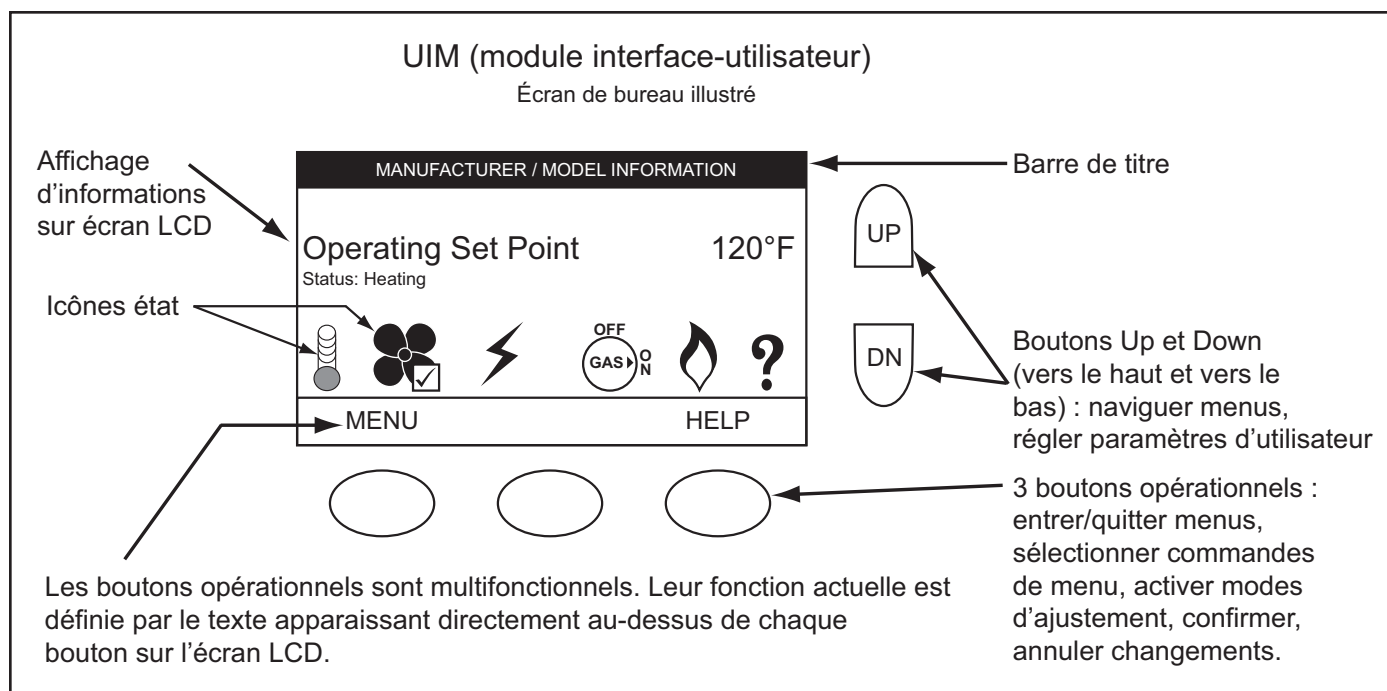

Figure : 35
Tous les paramètres d'information opérationnelle et d'utilisateur sont affichés et accédés à partir de l'UIM. L'UIM abrite l'écran ACL (affichage à cristaux liquides) du système de commande et cinq boutons d'entrée utilisateur à action instantanée (à rappel); un bouton vers le haut, un vers le bas et trois (3) boutons opérationnels multifonctions sous l'ACL, voir la Figure 35.